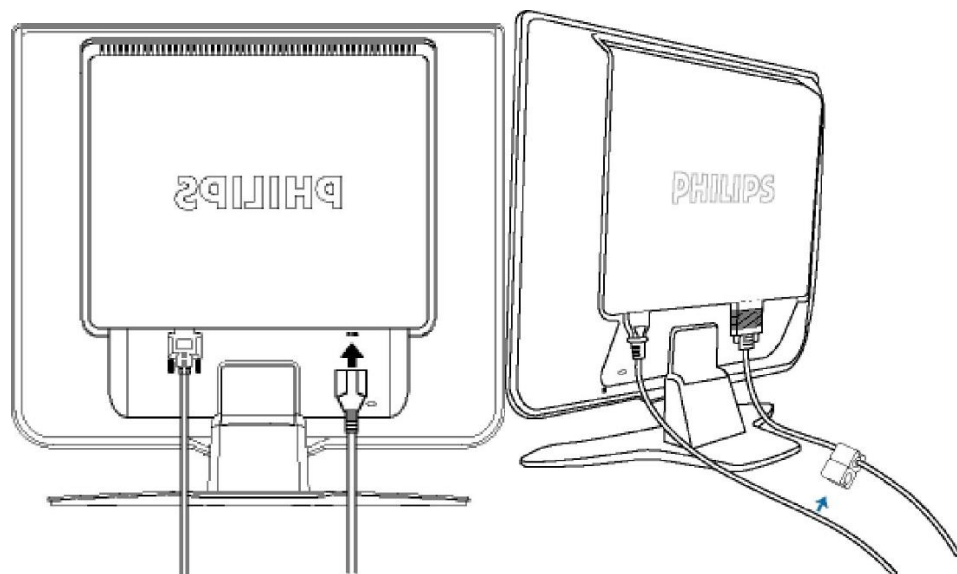

Рисунок 2.4 - Підключення кабелю
3. Під'єднайте всі необхідні інтерфейсні роз'єми та кабелі перегляду до задньої панелі монітора (рисунок 2.4).